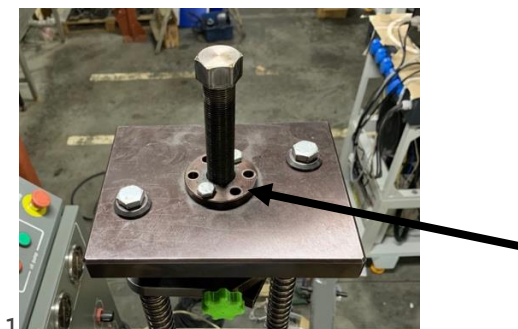

Рисунок 2.1 – Выкрутите 4 срывных болта
- Выкрутить 4 срывных болта (под ключ на 13) в верхней части Камбокса, оставив два, друг напротив друга (болты можно выкручивать любые) (рисунок 2.1);